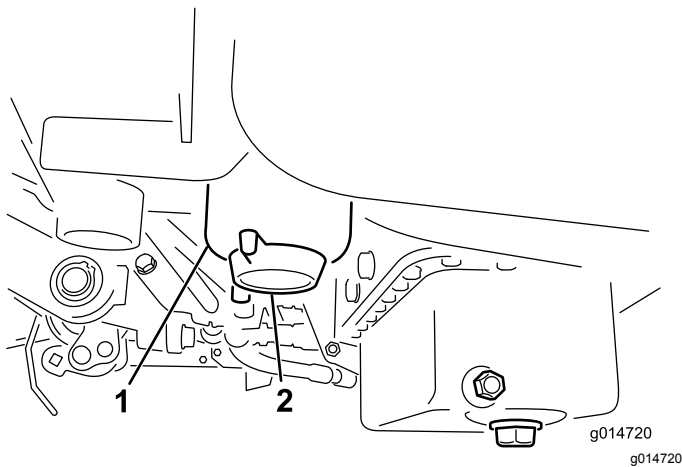

Figura 28
3. Abra el tapón de vaciado del filtro de combustible aproximadamente una vuelta y drene cualquier agua acumulada (Figura 28).